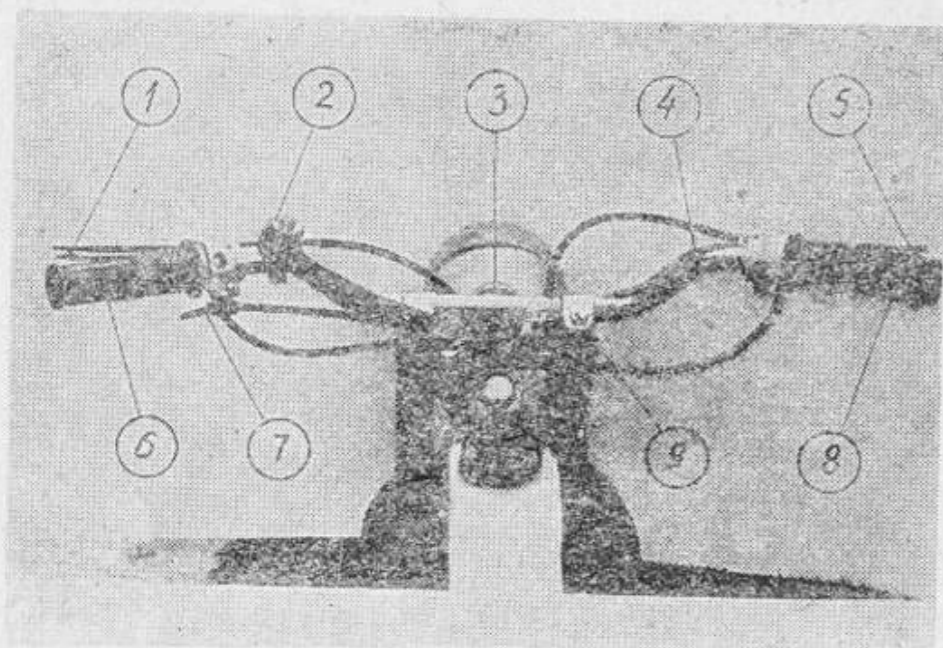

Рис. 2.
Органы управления (рис. 2) предназначены для управления работой механизмов мопеда. К ним относятся: руль (4), рычаг управления сцеплением (1), рычаг ручного тормоза (5), рычаг декомпрессора (7), рукоятка газа (8), рукоятка переключения передач (6), переключатель света с кнопкой звукового сигнала (2), педали.